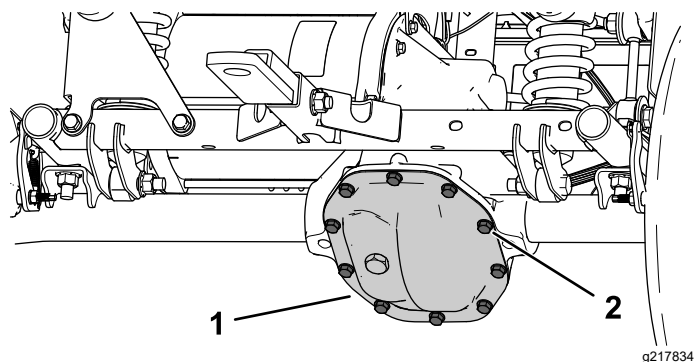

Figura 53
1. Aliniați o tavă de golire sub capacul transmisiei (Figura 53).
2. Îndepărtați uruburile de pe capacul transmisiei și golii complet lichidul (Figura 53).